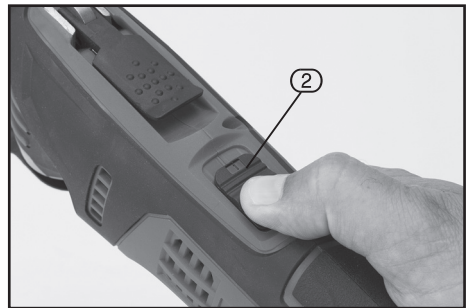

FIG.7
9.4 OPERATING THE ON/OFF SWITCH – FIG. 7